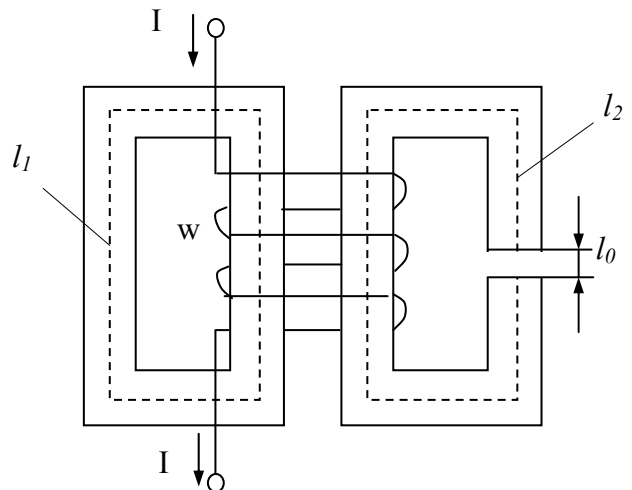

Рис. 4.2.14
4.2.14. На два одинаковых магнитопровода (рисунок 4.2.14) из электротехнической стали 3413 (см. приложение 2) уложена общая обмотка. В одном из них имеется воздушный зазор в 1 мм, а индукция в нем  $B_0=0,8$  Тл. Пло-